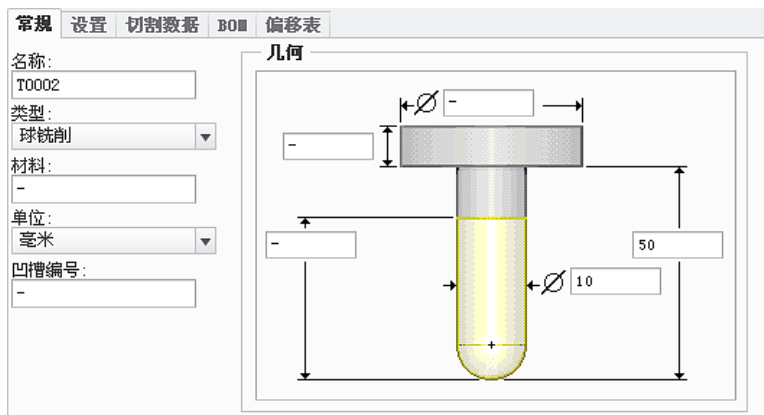

图 3.15.4 设定刀具一般参数
Step3. 在弹出的“刀具设定”对话框中，单击“新建”按钮 ，然后设置图 3.15.4 所示的刀具参数，依次单击 **应用** 和 **确定** 按钮。